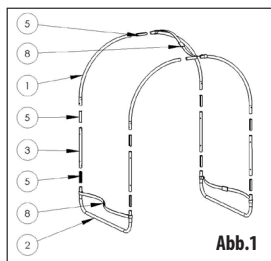

Abb.1
1) Zusammensetzung des Tragrahmens mit einzelnen Rohren und Verbindungen (ABB. 1).